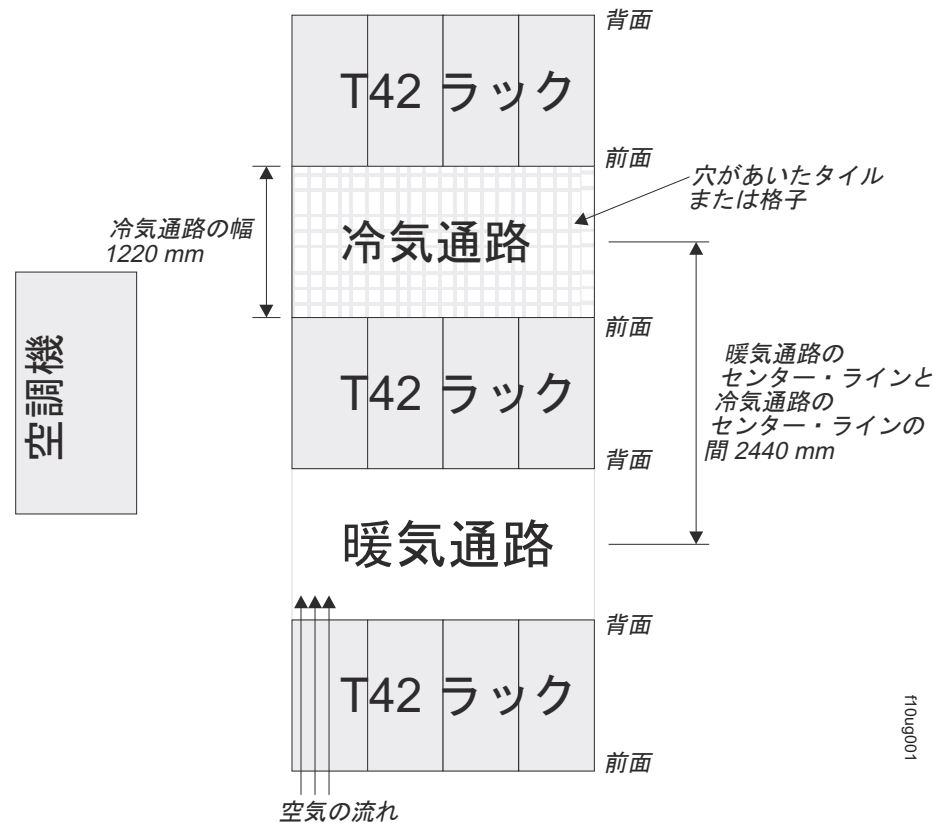

図 13. 冷気通路/暖気通路ラック・キャビネット構成の例
- 空気はラック・キャビネットの前面から入り、背面から出るようにすること。ラック・キャビネットから出る空気が、別の装置の取り入れ口に入らないようにするために、ラック・キャビネットを、背面と背面、あるいは前面と前面を合わせるようにして交互の行に配置する必要があります。この配置方法は「冷気通路/暖気通路」と呼ばれており、39 ページの図 13 にその図が示されています。